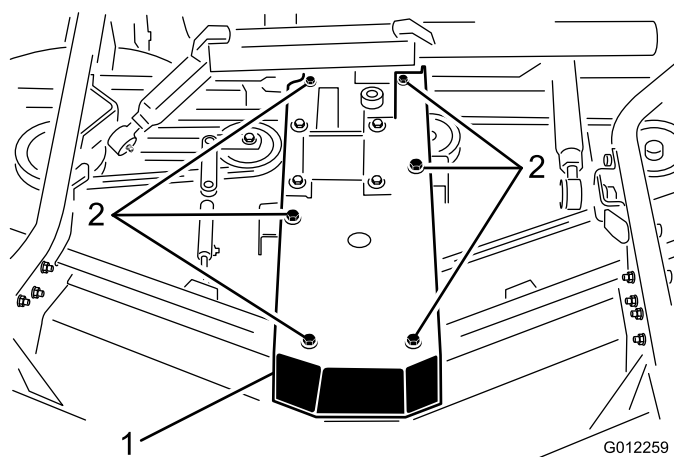

Figura 23
3. Togliete le viti a testa cilindrica e i dadi che fissano la piastra della scatola degli ingranaggi ai canali del piatto (Figura 23). Sollevate la piastra della scatola degli ingranaggi dai canali del piatto e appoggiatela sopra il piatto stesso.